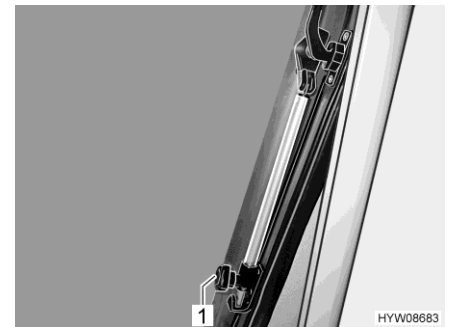

Fig. 67 Soporte rotatorio (ventana de techo abatible)
- Abrir la ventana de techo abatible hasta la posición deseada y fijarla con el botón moleteado (Fig. 67,1).
- Girar el botón moleteado (Fig. 67,1) hasta que se libere el bloqueo.